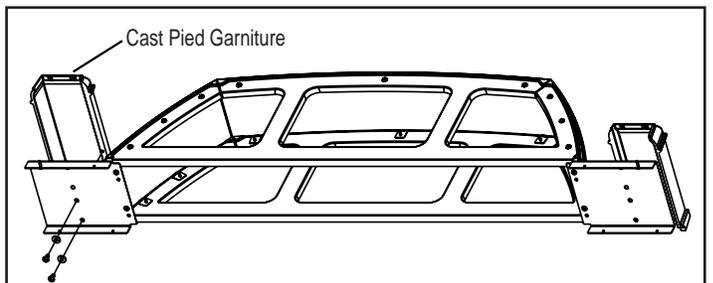

Figure 33.6
7. Fixez pieds fonte. Figure 33.6.